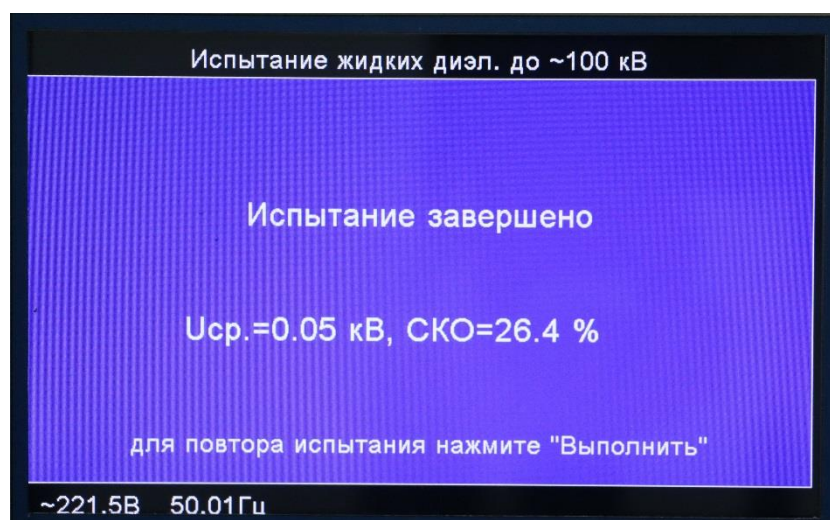

Рис.8.21.
8.8.8. По окончании цикла испытаний на экран будет выдано сообщение «ИСПЫТАНИЕ ЗАВЕРШЕНО» и выведены результаты испытаний (рис. 8.21), где $U_{ср.}$ - среднее арифметическое значение пробивного напряжения; $СКО$ - средняя квадратическая ошибка среднего арифметического значения пробивного напряжения.